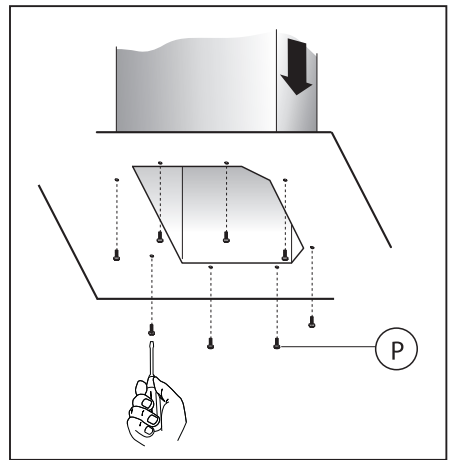

Fig.14
- Se necessario, fissare dall'interno, il camino decorativo inferiore alla cappa, utilizzando le viti **P** (Fig.14). Provvedere infine